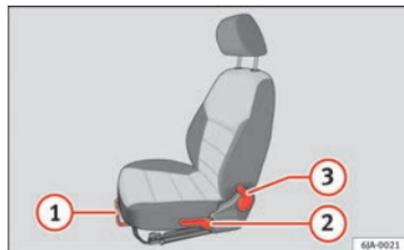

Fig. 69 Mandos de ajuste del asiento / Mandos del ajuste de un asiento deportivo
- Tire (en su parte central) de la palanca ① ⇒ fig. 69 hacia arriba y desplace el asiento hacia delante o hacia atrás.
- Suelte la palanca ① y siga desplazando el asiento hasta que encastre con un clic.
- Para subir, mueva y suelte la palanca ② ⇒ fig. 69 (en caso necesario, varias veces) hacia arriba hasta conseguir la posición deseada.
- Para bajar, mueva y suelte la palanca ② (en caso necesario, varias veces) hacia abajo hasta conseguir la posición deseada.
- No ejerza fuerza sobre el respaldo y tire de la palanca ③ ⇒ fig. 69 hacia atrás y presionando sobre el respaldo consiga la inclinación deseada.
- Al soltar la palanca ③, el respaldo se queda en la posición ajustada. ■